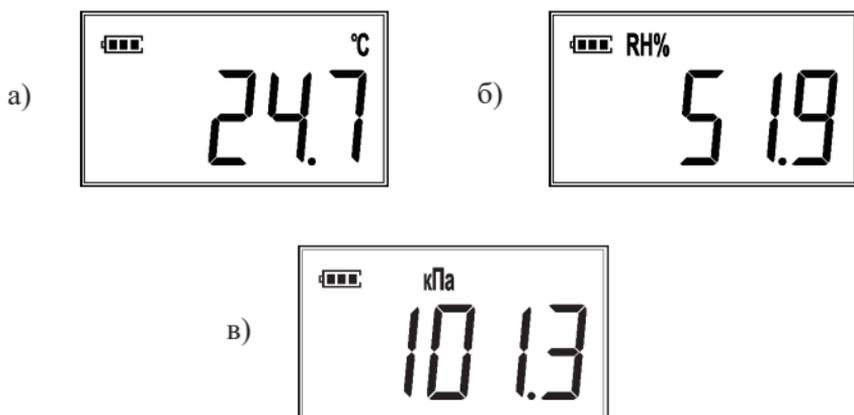

Рис.4 – Индикация на ЖК-дисплее режимов:
5.5 Для определения желаемого параметра достаточно поместить прибор в зону измерений и после установления тепло-влажного равновесия с окружающей средой считать с жидкокристаллического дисплея измеренное значение (Рис.4).
7.2 Включите прибор однократным нажатием на кнопку включения прибора (3, Рис.3). После включения прибор перейдет в режим измерения температуры (Рис.4, а).
7.3 Для перехода в режимы измерения влажности (Рис.4, б) или атмосферного давления (Рис.4, в) нужно нажать на кнопку переключения между параметрами микроклимата (1, Рис.3).